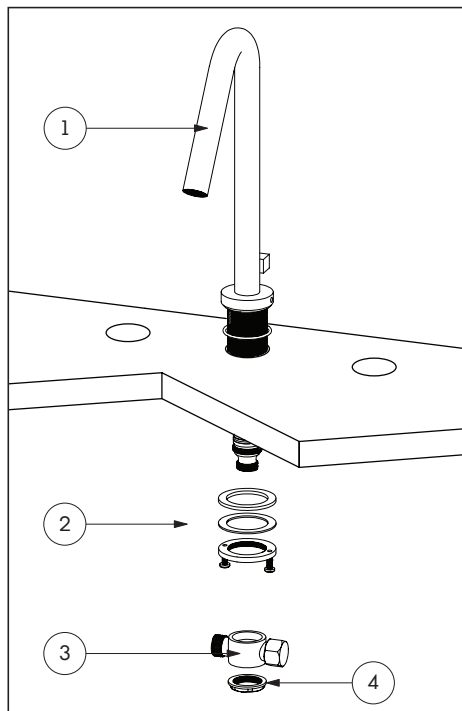

Fig.2
Insert the faucet spout (1) into the hole, secure with retainer kit (2). Install the "T" joint (3) on the base of the faucet and secure it in position using the ring fastener (4). Fig. 2.
Insérer le bec du robinet (1) dans le trou et fixer le avec l'ensemble de retenue (2). Installer le joint en "T" (3) sur la base du robinet et le fixer en position à l'aide de l'anneau de fixation (4). Fig. 2.